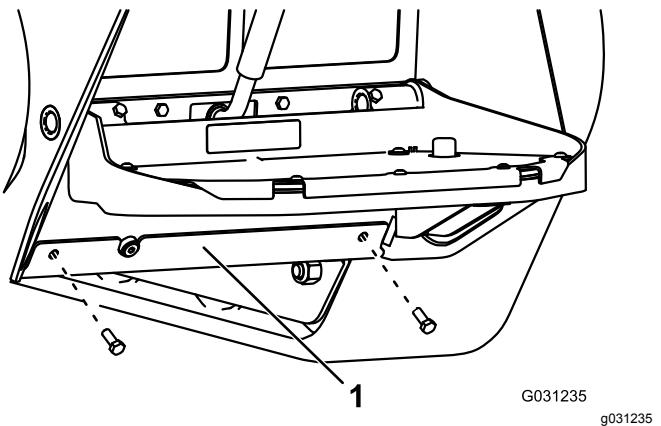

図 69
4. ボトムプレートを固定しているボルト2本を外してボトムプレートを外す図 69。
8. ボトムプレートを取り付ける図 69。